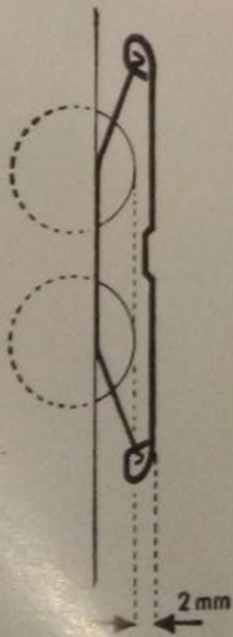

Fig. 7
4. Schleifer. Der Schleifschuh muß gegenüber den Spurkränzen der Lokomotive etwa 2 mm überstehen, damit er auf den Punktkontakten der Gleisstücke zur Erzielung einer sicheren Stromübertragung und zur Vermeidung von Funkstörungen mit genügendem Druck aufliegt. Gegebenenfalls sollte die Schleiferfeder mit einer Flachzange oder Pinzette nachgespannt werden. (Fig. 7).